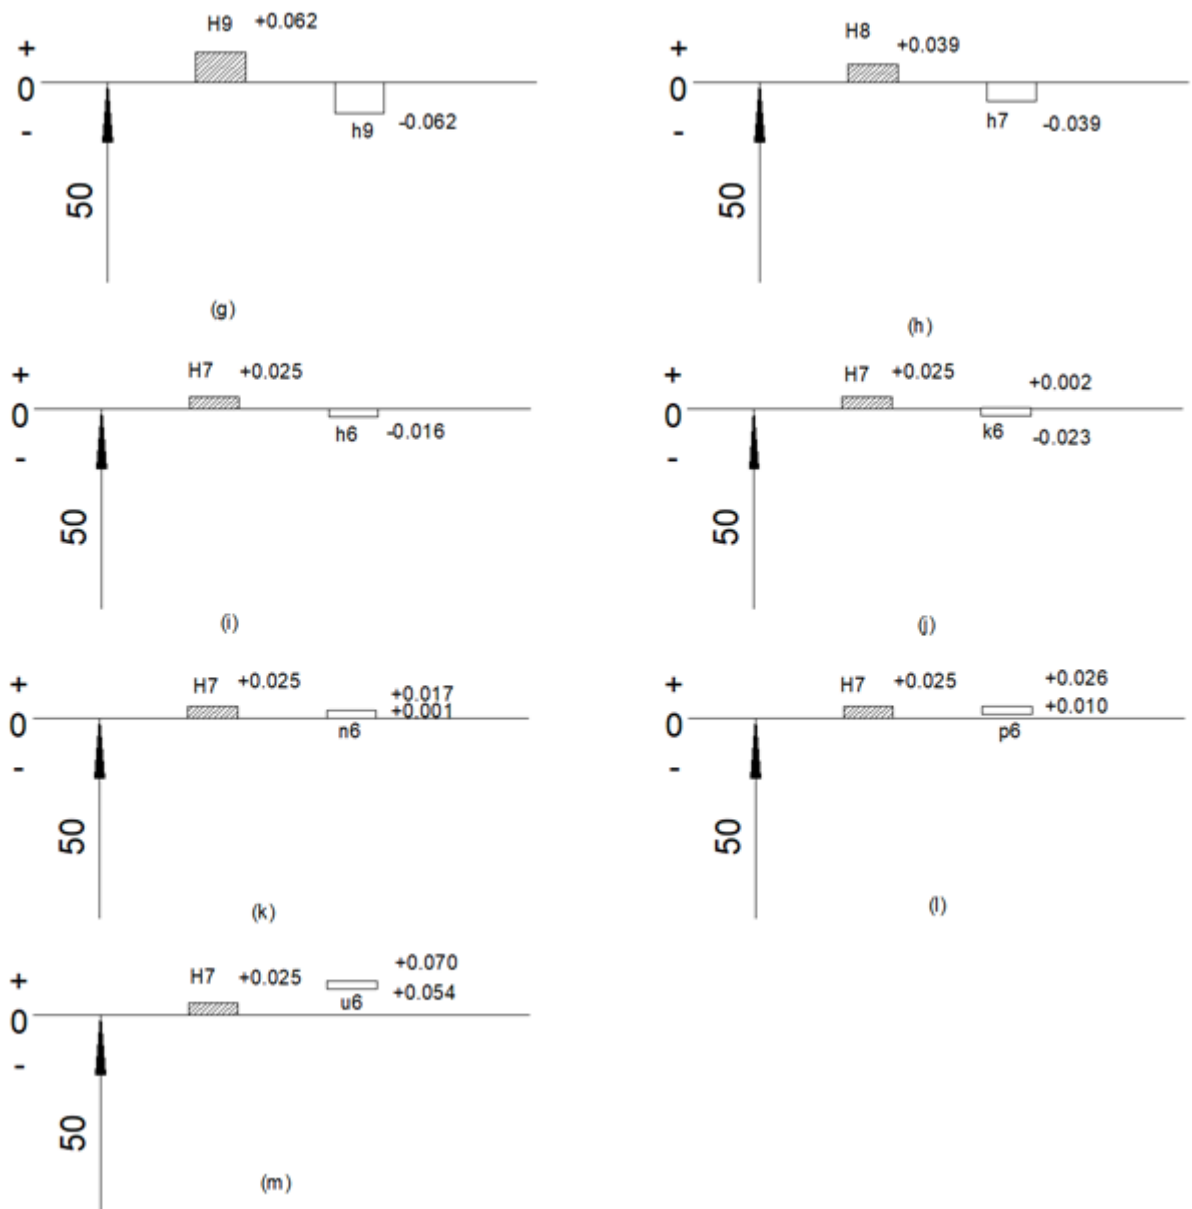

图9-2-4
解：各个公差带图如图9-2-4所示，基本尺寸与公差带尺寸均为mm。
- (1) H11/c11，其公差带如图9-2-4 (a) 所示。
- (2) H11/h11，其公差带如图9-2-4 (b) 所示。
- (3) H9/d9，其公差带如图9-2-4 (c) 所示。
- (4) H8/f7，其公差带如图9-2-4 (d) 所示。
- (5) H7/g6，其公差带如图9-2-4 (e) 所示。
- (6) H7/s6，其公差带如图9-2-4 (f) 所示。
- (7) H9/h9，其公差带如图9-2-4 (g) 所示。
(8) H8/h7, 其公差带如图9-2-4 (h) 所示。
(9) H7/h6, 其公差带如图9-2-4 (i) 所示。
(10) H7/k6, 其公差带如图9-2-4 (j) 所示。
(11) H7/h6, 其公差带如图9-2-4 (k) 所示。
(12) H7/p6, 其公差带如图9-2-4 (l) 所示。
(13) H7/u6, 其公差带如图9-2-4 (m) 所示。